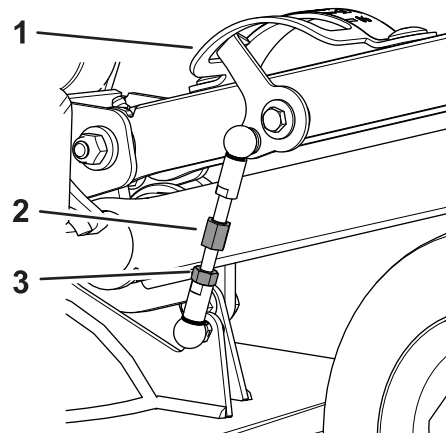

**Figura 104**
2. Siéntese en el asiento del operador y observe el puntero del indicador de la altura de corte (Figura 104).
- B. Gire el enlace hasta que el puntero del indicador de la altura de corte esté alineado con la marca de 64 mm cuando se ve desde el asiento del operador (Figura 104 y Figura 105).